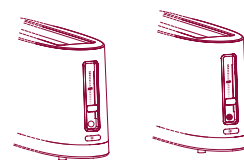

Fig. 8
- 4 Druk op de DEFROST toets ❄️: het ingebouwde lampje gaat branden (fig. 8).